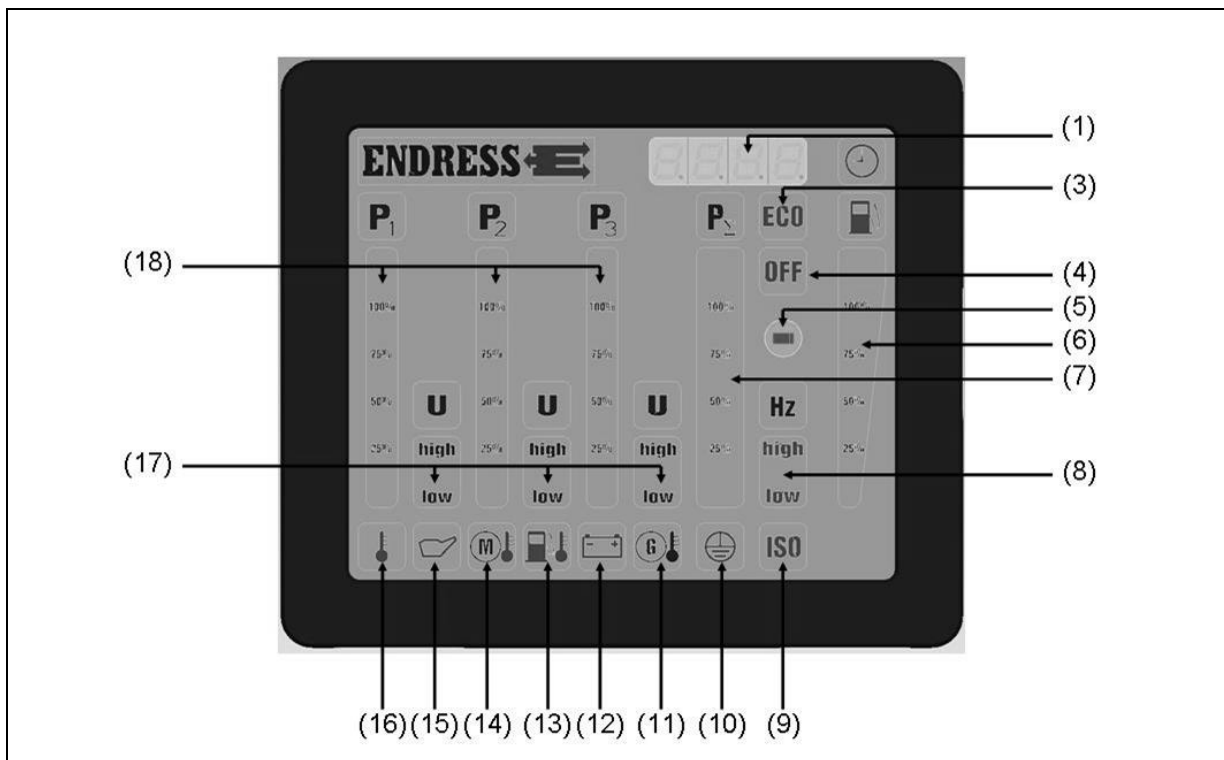

Abb. 4-5: Multifunktionsdisplay
- Betriebsstunden:** Anzeige (siehe Abb. 4-5-(1)) ist bei laufendem Gerät oder für 30 Sekunden aktiv, wenn START-STOP-Schalter in Pos. „Betrieb“ steht.
- Umgebungstemperatur:** Leuchtet die Anzeige (siehe Abb. 4-5-(16)) bei laufendem Gerät rot, ist die Temperatur zu hoch und das Gerät sollte ausgeschaltet werden.
- Öldruck:** Leuchtet die Anzeige (*siehe Abb. 4-5-(15)*) bei laufendem Gerät rot, ist der Öldruck zu gering und das Gerät schaltet automatisch ab bzw. der Buzzer ertönt, dieser kann mit der Quittierungstaste quittiert werden.
- Motortemperatur:** Leuchtet die Anzeige (*siehe Abb. 4-5-(14)*) bei laufendem Gerät rot, ist die Motortemperatur zu hoch und das Gerät sollte ausgeschaltet werden.
- Kraftstofftemperatur:** Leuchtet die Anzeige (*siehe Abb. 4-5-(13)*) bei laufendem Gerät rot, ist die Kraftstofftemperatur zu hoch und das Gerät sollte ausgeschaltet werden.
- Batterieladekontrolle:** Leuchtet die Anzeige (*siehe Abb. 4-5-(12)*) rot ist die Ladefunktion der Lichtmaschine ausgefallen.
- Isolationsüberwachung:** Leuchtet die Anzeige (*siehe Abb. 4-5-(9)*) rot bzw. ertönt der Buzzer so liegt ein Isolationsfehler vor. (*siehe Kap. 5 Isolationsüberwachung*).
- Schutzleiterprüfung:** Leuchtet die Anzeige (*siehe Abb. 4-5-(10)*) während der Schutzleiterprüfung (*siehe Kap. 4.5 Schutzleiterprüfung*) grün so sind die Schutzleiter der angeschlossenen Geräte in Ordnung. Ist die Schutzleiterfunktion nicht gewährt, bleibt die Anzeige aus.
- Frequenz:** Leuchtet die Anzeige (*siehe Abb. 4-5-(8)*) grün, befindet sich die Frequenz im korrekten Bereich (47,5-52,5 Hz).
- Phasen L1-L2-L3:** Für einzelnen Phasen L1 bis L3 (*siehe Abb. 4-5-(18)*) wird jeweils einzeln angezeigt:
- Spannung (U) (*siehe Abb. 4-5-(17)*):
- Belastung (P) (*siehe Abb. 4-5-(18)*):
**Relative Belastungsanzeige:** Belastung ( $P_{\Sigma}$ ) (siehe Abb. 4-5-(7))
**NOT-AUS-Taster:** Leuchtet das Symbol „OFF“ (siehe Abb. 4-5-(4)) rot und der Buzzer ertönt, wurde der NOT-AUS-Taster gedrückt. Der Buzzer kann mithilfe der Quittierungstaste quittiert werden.
- ✓ Das Symbol am Display (siehe Abb. 4-5-(8)) zeigt das Ergebnis an:
- ✓ Das Symbol am Display (siehe Abb. 4-5-(9)) und die Position des Leitungsschutzschalters zeigen das Ergebnis an:
✓ Das Symbol am Display (*siehe Abb. 4-5-(8)*) und die Position des Leitungsschutzschalters zeigen das Ergebnis an: